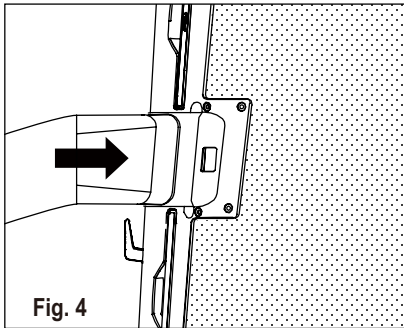

Fig. 4
2. Før adapter A ind i hullet i enheden som vist på fig. 4.